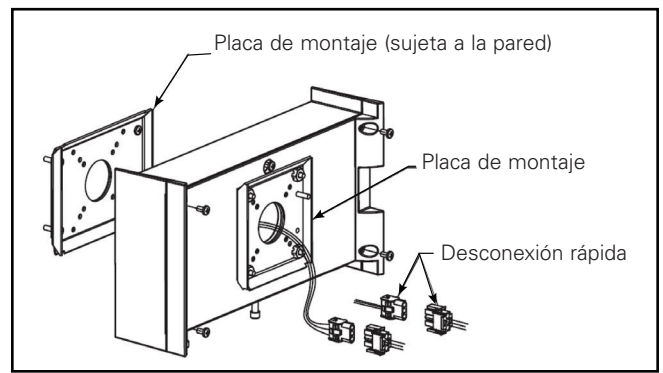

Figura 3.
9. Extraiga los cables de alimentación a través del orificio central y vuelva a instalar la cubierta en la carcasa de la caja pasante. (Figura 3).